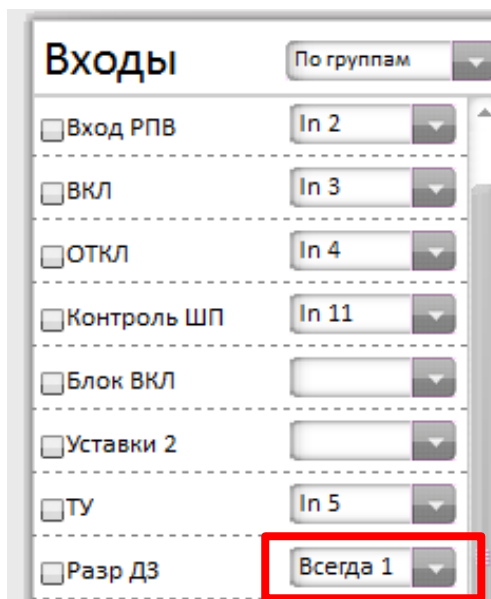

Рисунок 4.2 – Настройка защиты на примере устройства БЗП-03
4.3.6 Перейти на вкладку «ВХОДЫ/ВЫХОДЫ» и выбрать для сигнала «Разр ДЗ» настройку «Всегда 1» (рисунок 4.2).